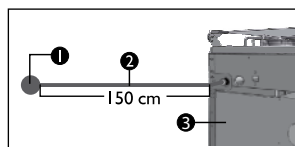

Figura 4
- La longitud de la conexión flexible debe ser la mínima posible de acuerdo con el grado de desplazamiento necesario del producto. En ningún caso será mayor que 150 cm (Ver figura 4). Esta imagen aplica para cualquier producto de Haceb con conexión a gas excepto calentadores).